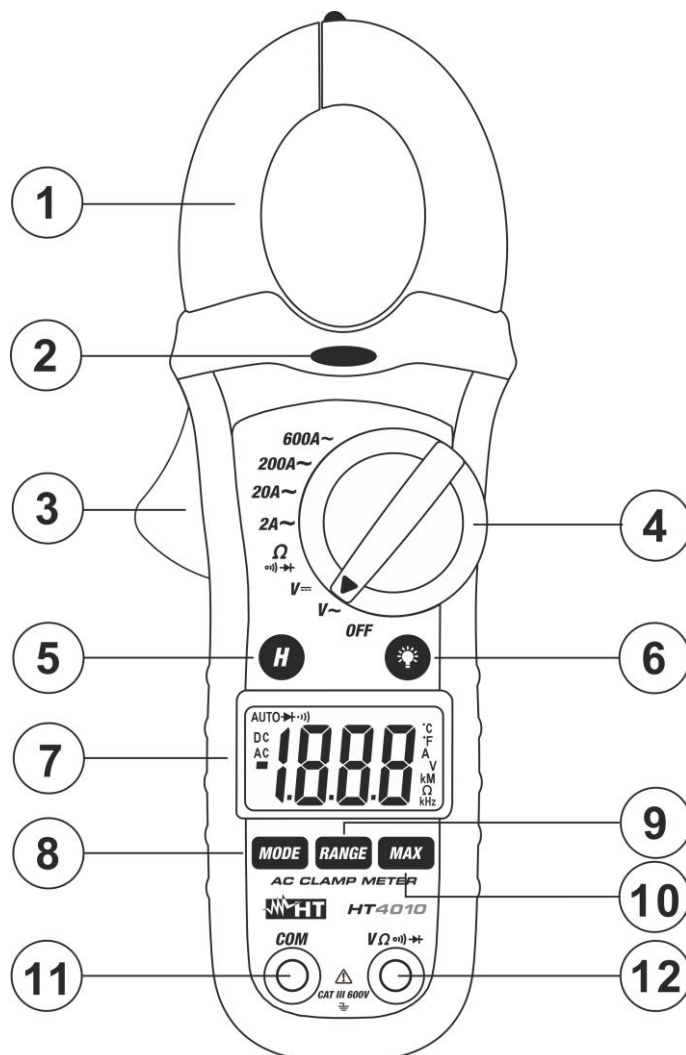

Fig. 1 Descrizione dello strumento
1. **La funzione NCV è sempre attiva anche con strumento spento.** Avvicinare lo strumento in prossimità di una sorgente AC e notare l'accensione del LED rosso sulla parte alta (vedere Fig. 1 – parte 2) che ne evidenzia la presenza
1. Avvicinare lo strumento in prossimità di una sorgente AC e notare l'accensione del LED rosso alla base del toroide (vedere Fig. 1 – parte 2) che ne sottolinea la presenza
1. Avvicinare lo strumento in prossimità di una sorgente AC. L'accensione del LED rosso alla base del toroide (vedere Fig. 1 – punto 2) sottolinea la presenza di tensione